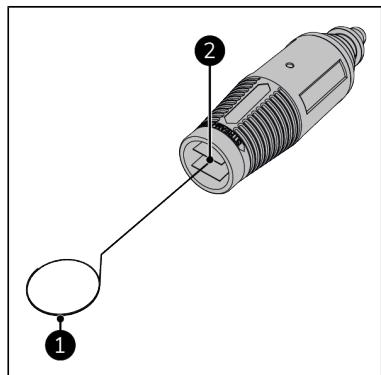

Figure 87.
4. Nettoyez la buse à l'aide de la tige de nettoyage (Figure 87, pos. 1).